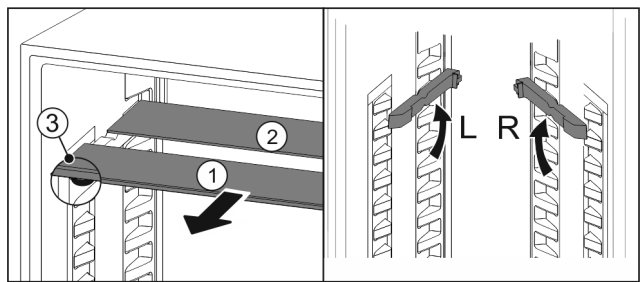

Fig. 146
- ▶ Glasplatten einzeln nach vorne herausziehen Fig. 146 (1).
- ▶ Glasplatte Fig. 146 (1) mit Zierleiste liegt vorne.
- ▶ Stopps Fig. 146 (3) zeigen nach unten.